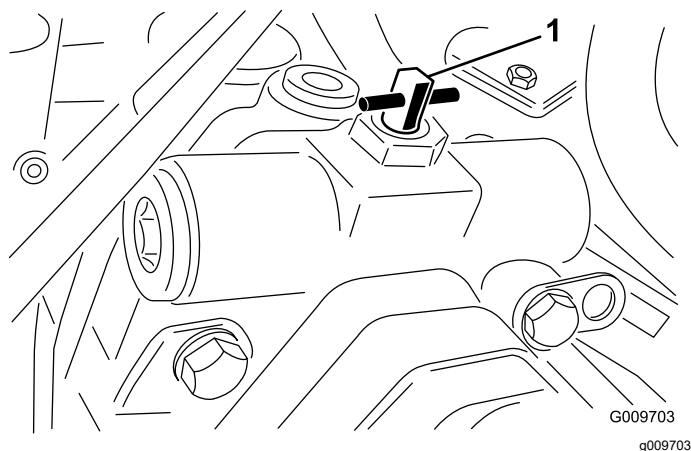

Figura 77
3. Gire la válvula de desvío 90° (¼ de vuelta) en cualquier sentido para abrirla y dejar pasar el fluido internamente (Figura 77).
2. Gire la válvula de desvío 90° (¼ de vuelta) en cualquier sentido para abrirla y dejar pasar el fluido internamente (Figura 77).